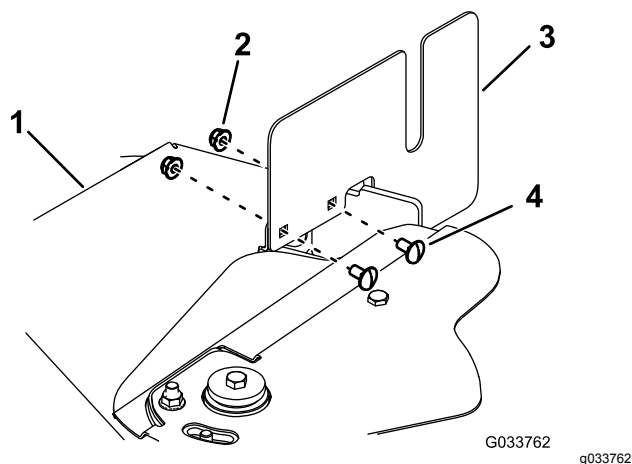

Figura 63
3. Togliere i 4 bulloni a testa tonda e i 4 dadi che fissano le 2 coperture laterali ai copricinghia (Figura 63).
10. Montate le 2 coperture laterali sui copricinghia usando i 4 bulloni a testa tonda e i 4 dadi (Figura 63).